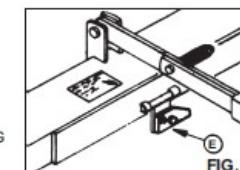

FIG. 2
- 3) RUOTARE IL FERMO VERSO IL BASSO PRIMA DI INIZIARE QUALSIASI TIPO DI OPERAZIONE (FIG. 2).
- 3) GIREN LA PLACA DE BLOQUEO HACIA ABAJO ANTES DE EMPEZAR CUALQUIER OPERACIÓN (FIG. 2).
- 3) TURN RELEASE SUPPORT DOWNWARDS BEFORE STARTING ANY OPERATIONS (FIG. 2).
- 3) FAIRE TOURNER L'ARRETTOIR VERS LE BAS AVANT DE COMMENCER TOUT TYPE D'OPERATION (FIG. 2).